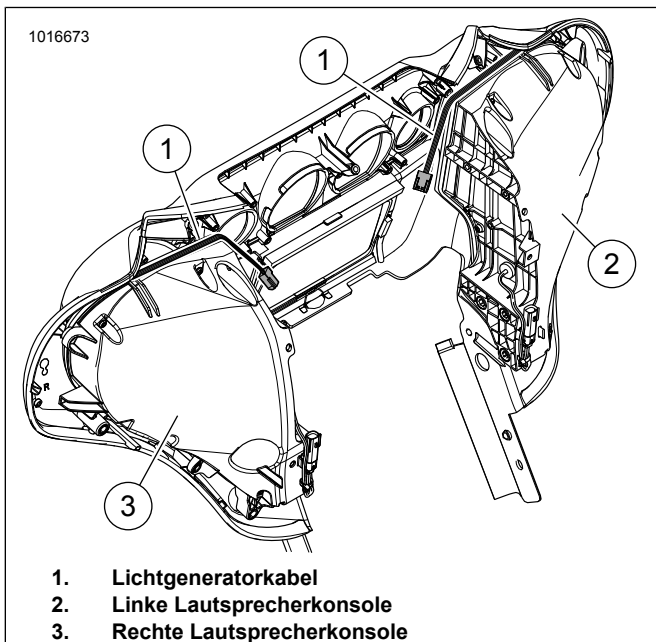

Abbildung 7. FLH-Verkleidung dargestellt, FLTR-Kabelführung ist ähnlich
7. Siehe Abbildung 7. Das Lichtgeneratorkabel (1) wie dargestellt verlegen.